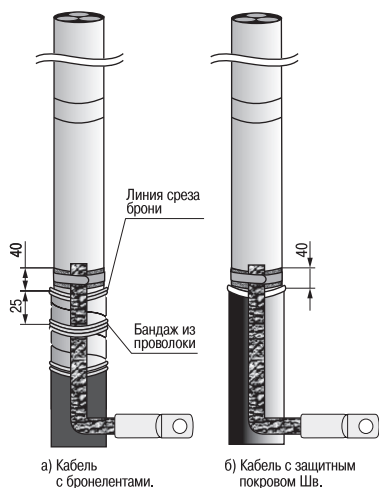

Рисунок 5
4.11 Отогнуть провод заземления в обратном направлении и обстучать его лёгкими ударами молотка по месту перегиба. Затем домотать всю пружину до конца (рисунок 5).
4.12 Для кабеля с бронелентами (рисунок 5а) на ступени брони закрепить провод заземления, наложив 3–4 витка стальной оцинкованной проволоки на расстоянии 25 мм от среза брони.